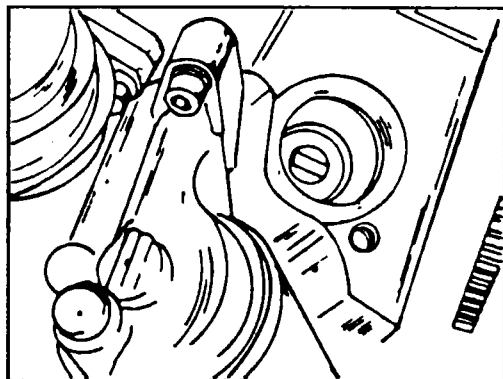

Рис. 4.69 Установка ребра хомута вала масляного насоса перед установкой распределителя зажигания
- ◆ Проверьте, установлено ли ребро хомута вала масляного насоса в продольном направлении, т.е. параллельно оси коленвала, как это показано на рис. 4.69. При необходимости ребро можно повернуть щипцами (вытянуть, повернуть и осадить на место).